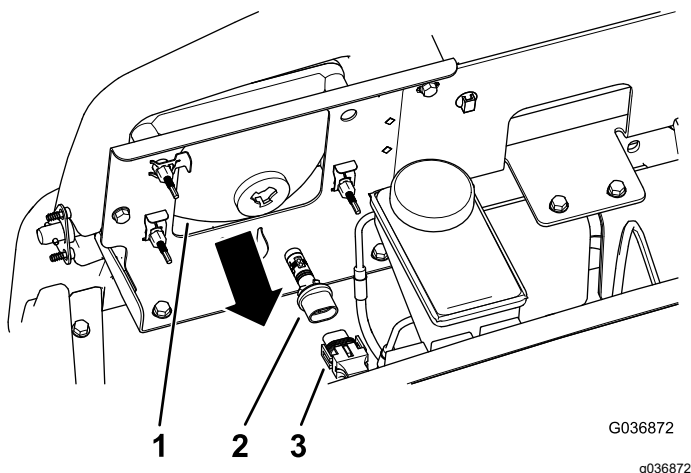

Figura 36
3. Desconecte el conector eléctrico del arnés de cables del conector de la lámpara, en la parte trasera de la carcasa del faro (Figura 36).
4. Retire el conjunto de la lámpara girándola $\frac{1}{4}$ de vuelta en sentido antihorario y desplazándola hacia atrás (Figura 36).
5. Instale el conjunto de lámpara nueva y la carcasa del faro y alinee las pestañas del conjunto de la lámpara con las ranuras de la carcasa del faro (Figura 36).
6. Sujete el conjunto de la lámpara girándola $\frac{1}{4}$ de vuelta en sentido antihorario (Figura 36).
7. Conecte el conector eléctrico del arnés de cables al conector del conjunto de la lámpara nueva (Figura 36).